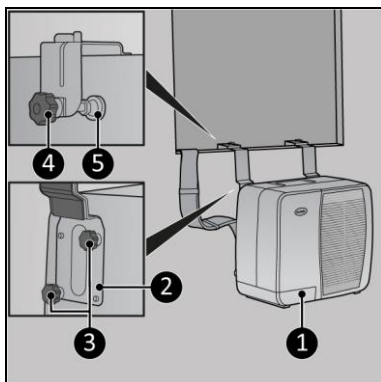

Figure 6
1. Fixez les grands supports (figure 6, pos. 2) à l'unité extérieure (figure 6, pos. 1) en serrant deux capuchons de vis par support (figure 6, pos. 3).
2. Suspendez l'unité extérieure (figure 6, pos. 1) à la fenêtre souhaitée et assurez-vous que l'unité intérieure est bien placée sur une table.
3. Serrez le boulon de réglage (figure 6, pos. 4) pour chaque support. Assurez-vous que l'amortisseur (figure 6, pos. 5) est placé verticalement. Si nécessaire, utilisez le bloc amovible pour des murs plus fins ou des châssis de fenêtres.